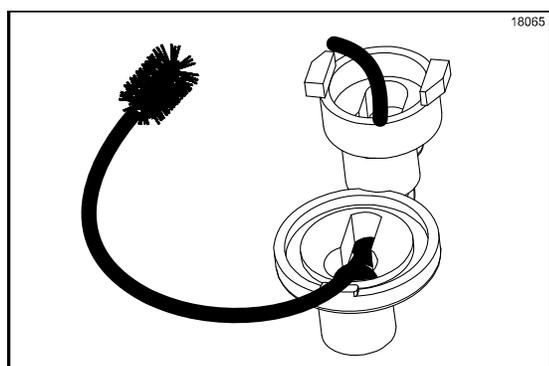

図84
6. インレットバルブとアウトレットバルブ間の通路に黒いブラシの柄がついていない先端を反対側から差し込みます(図84を参照)。